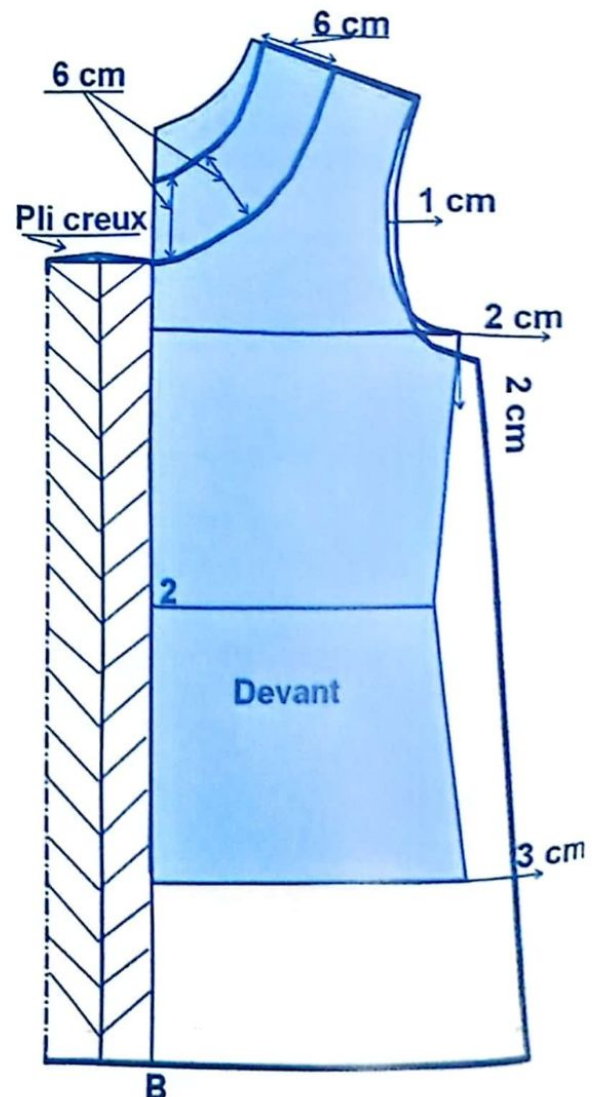

FIG 1
- Portez la  $\frac{1}{2}$  mesure du pli creux parallèlement au milieu devant (exemple :  $4 \text{ cm} \times 2 = 8 \text{ cm}$ ) (A dans fig.1).